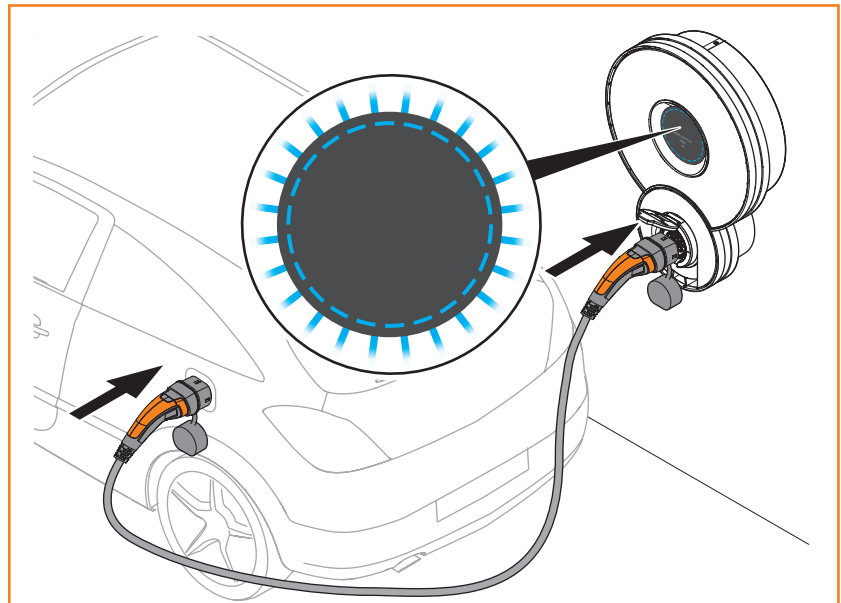

Bild 4 Fahrzeug mit dem Produkt verbinden
- ▶ Stellen Sie mit dem Ladekabel eine Verbindung zwischen dem Produkt und dem Fahrzeug her (siehe Bild 4).